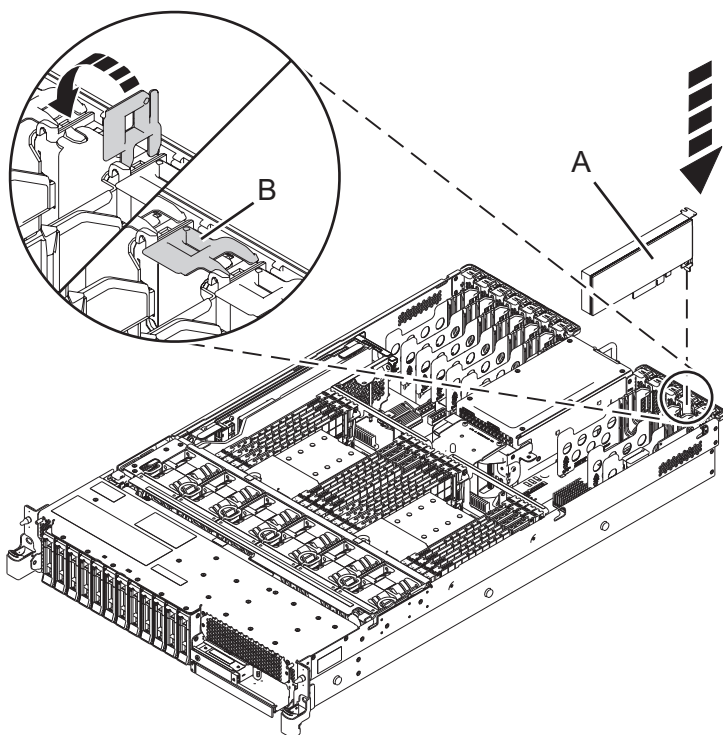

Figura 17. Instalación o sustitución de un adaptador PCIe en el sistema 5148-21L, 5148-22L, 8247-21L, 8247-22L, 8284-21A o 8284-22A
5. Si el pestillo del adaptador (**B**) en la ranura de destino no está todavía en la posición de abierto, tire del pestillo hasta la posición de abierto, girándolo hacia fuera desde su punto de fijación, situado en la parte posterior del sistema, como se muestra en la Figura 17 en la página 30.
6. Sujete con cuidado el adaptador por el borde superior o la contrapunta, y alinéelo con la ranura y con el conector de la placa del sistema (A), como se muestra en la Figura 17.
8. Para bloquear el adaptador en la ranura, gire el pestillo del adaptador (B) en la dirección que se muestra en la Figura 17.